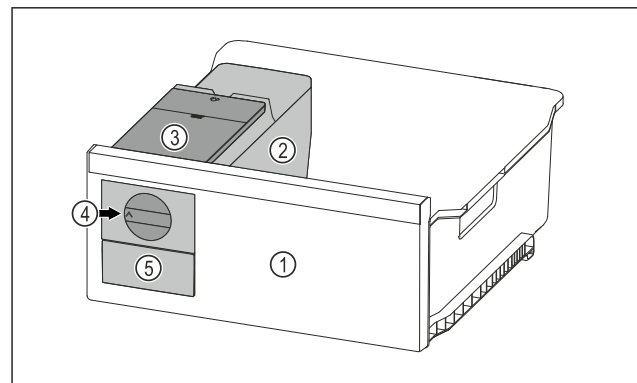

Fig. 28 Représentation à titre d'exemple
- Tourner le bouton rotatif Fig. 28 (4) dans le sens horaire jusqu'à la butée.
- Les glaçons tombent du bac à glaçons dans le tiroir à glaçons Fig. 28 (5).